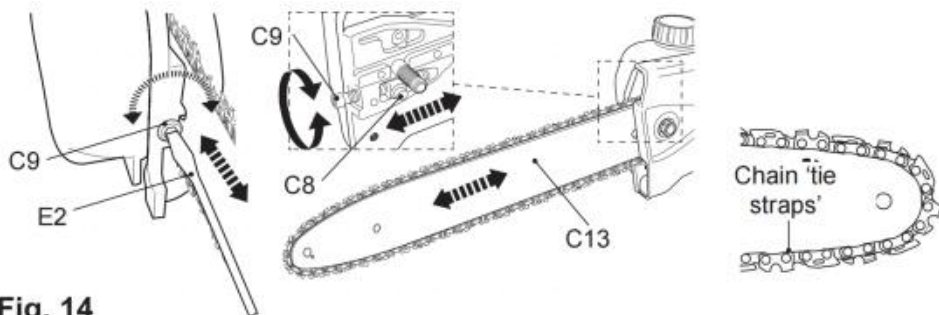

Fig. 14
3) Draai de spanschroef (C9) met de klok mee of tegen de klok in om de spanpen (C8) / zaagblad (C13) af te stellen totdat de 'bindbanden' van de ketting net de onderkant van het zaagblad raken (Fig. 14) .